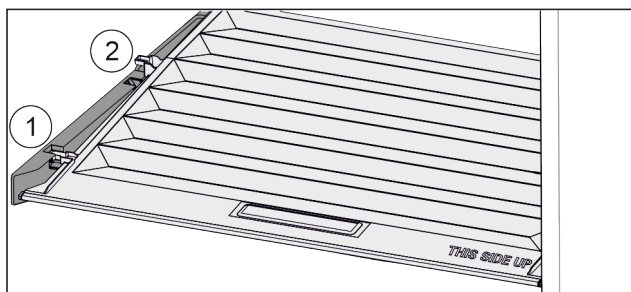

Fig. 53
- Trekk dekkelet til åpningen i holdedelene fremover Fig. 53 (1).
- Løft ut nede bak og ta opp og ut Fig. 53 (2).